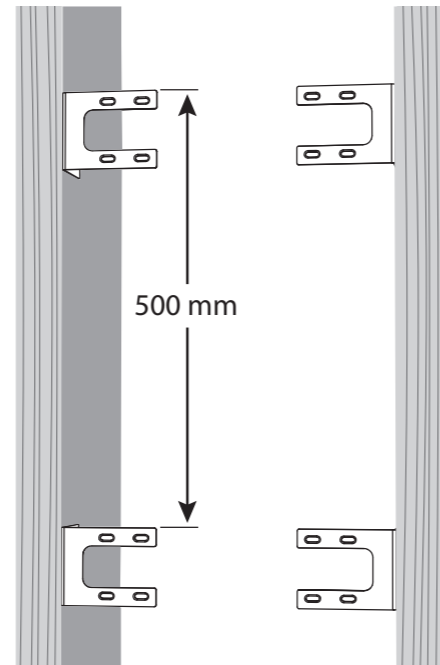

Fig. 1 Screw the back can brackets to the ceiling joists
2. Posicione os suportes conforme mostrado na Fig. 1, certificando-se de que as faces inferiores dos suportes estejam niveladas com a face inferior das vigas do teto. Prenda cada suporte à viga do teto usando quatro parafusos por suporte.